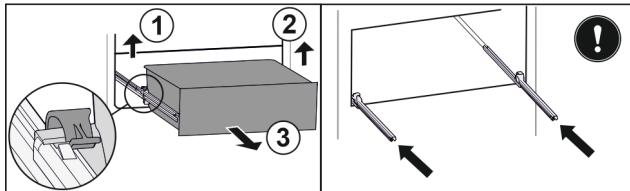

Fig. 70
- ▶ 提起左侧夹子，同时将抽屉左侧向前拉。Fig. 70 (1)
- ▶ 提起右侧夹子，同时将抽屉右侧向前拉。Fig. 70 (2)
- ▶ 朝前取出抽屉。Fig. 70 (3)